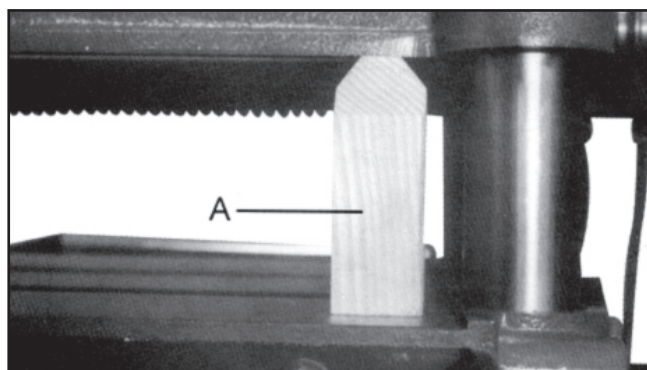

Figura 25
4. Mueva el calibrador (a, Figura 25) al lado opuesto de la mesa. La distancia de la mesa al cabezal debe ser la misma.